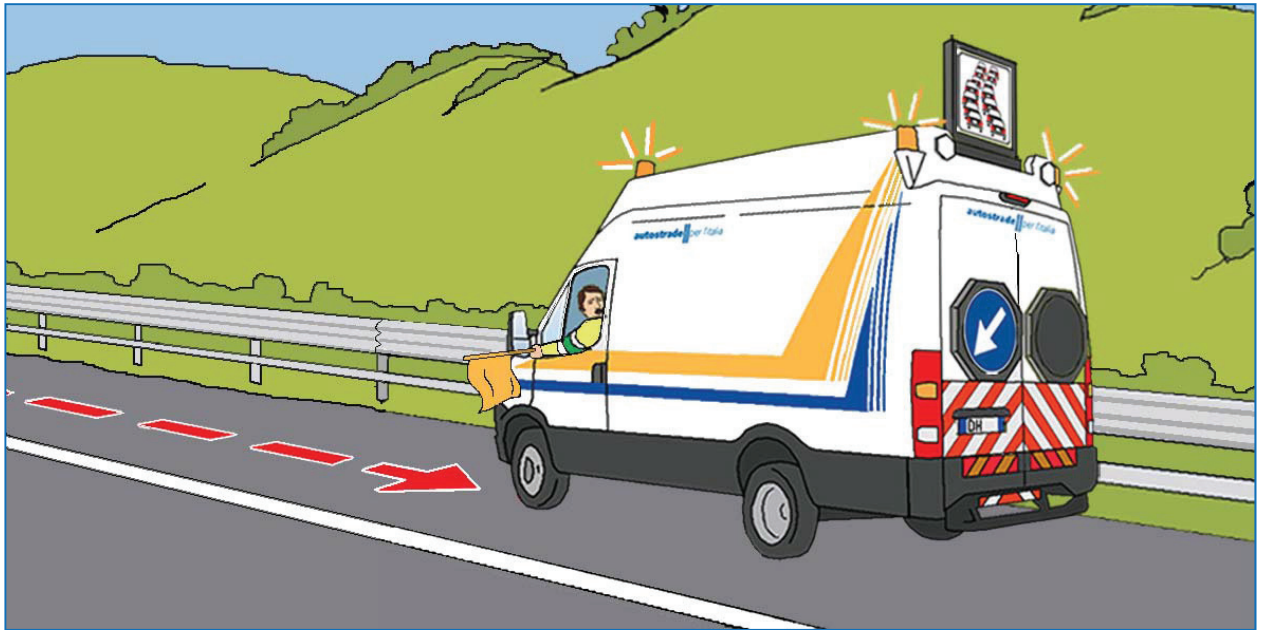

Fig. 11
- Ove la linea o la Sala Radio, anche sulla base delle informazioni fornite dall'operatore, richiedano prioritariamente l'intervento di segnalamento al traffico sopraggiungente, tornare a bordo del mezzo ed effettuare la presegnalazione dell'evento con gli appositi pittogrammi del PMV in dotazione, anche percorrendo la corsia di emergenza in retromarcia per arretrare il punto della segnalazione all'aumentare della coda o del rallentamento. A veicolo fermo integrare eventualmente con azione di sbandieramento dal posto guida (fig.11)